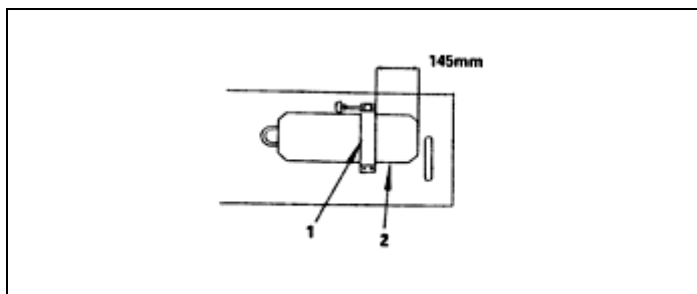

Fig. 27
23. MONTAGEM DO LEVANTADOR DA JOELHEIRA (Fig. 27, 28 e 29)
1. Fixe o suporte levantador da joelheira na parte inferior da mesa 145 mm afastado do canal da mesa (fig. 27).
1. Deve-se notar que qualquer regulagem livre pode ser feita na distância horizontal da agulha entre mínimo-máximo. Ajuste a posição vertical da agulha para a posição 0; isto irá ajustar as peças de controle da joelheira para fazer com que o componente controle o movimento de balanço da agulha (Fig. 27, 29).